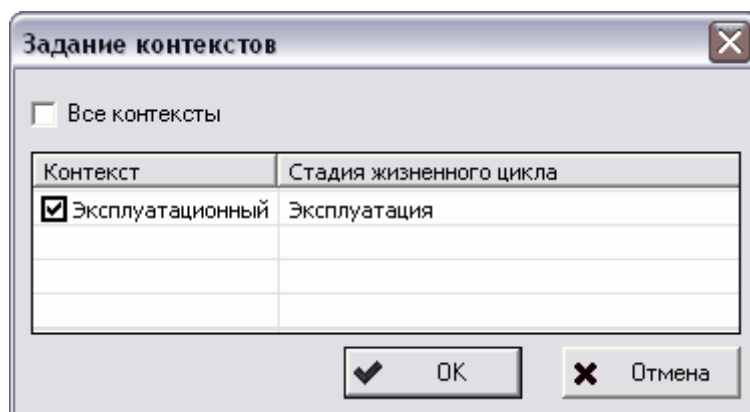

Рис. 107
- **Контексты связи** – используемые контексты связи. Возможные контексты настраиваются в модуле **Настройка словарей БД**. Для выбора контекста нажмите на кнопку  и в появившемся окне выберите нужные контексты или установите флаг **Все контексты** (Рис. 107). Для документа, не связанного с другими объектами, данное поле отсутствует.